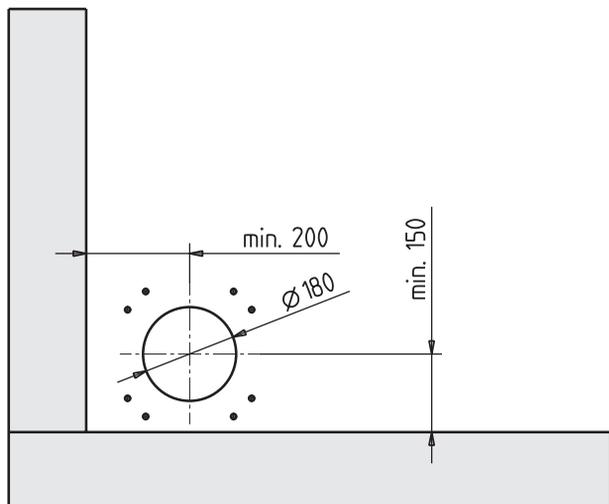

Fig. 6 - Foro nel muro a sinistra - vista anteriormente.
- Preparare un foro nel muro del locale stivaggio del diametro di circa 180 mm per l'unità di commutazione (Fig. 6, 7).